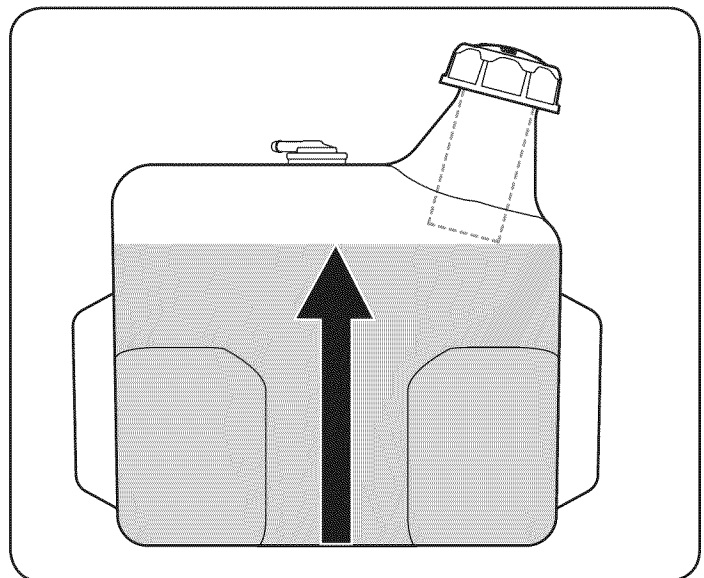

Figura 7
**IMPORTANTE:** No llene demasiado el tanque. Llene el tanque no pulgada más de 1/2 debajo de la base del cuello de llenado para dejar espacio para la expansión del combustible. Véase la figura. 7.